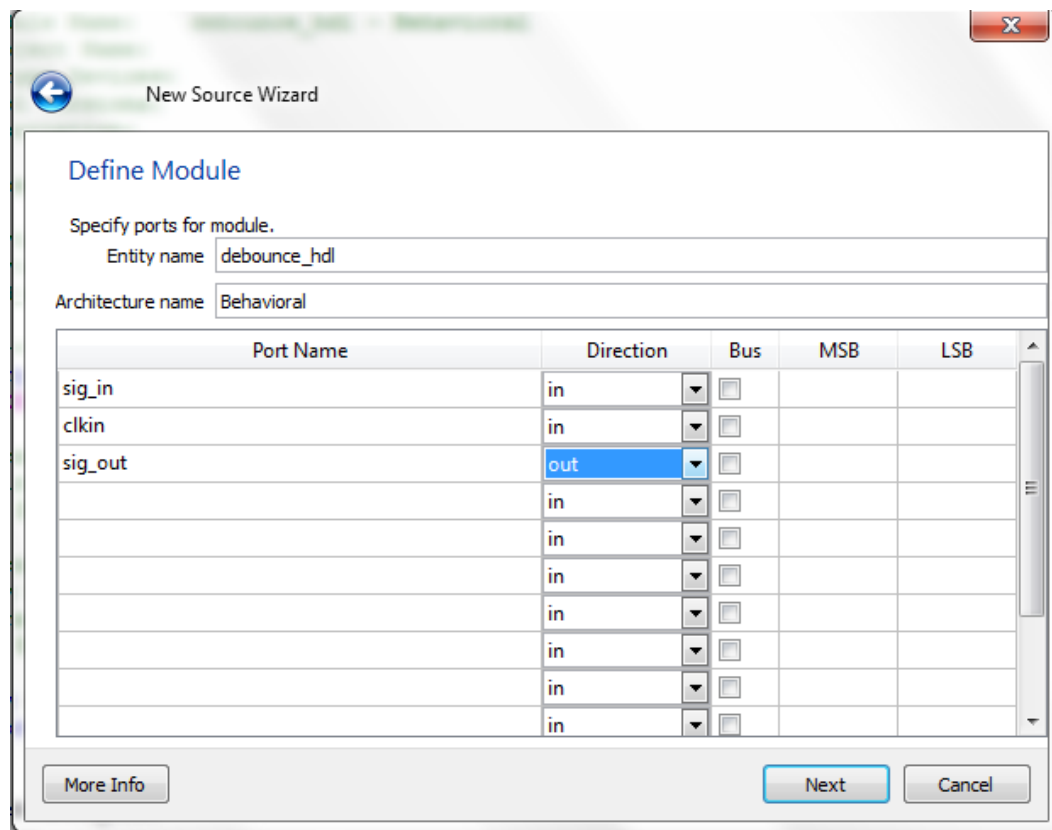

Figure 35. La boîte de dialogue Define Module pour entrer les ports d'entrées/sorties du module debounce\_hdl.
4. Dans la boîte de dialogue Define Module, entrez deux ports d'entrées et un port de sortie sous Port Name, comme montré à la Figure 35 :